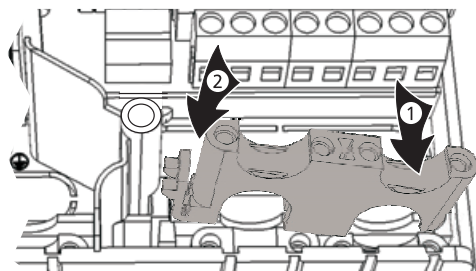

Fig. 4: Insertar el puente de plástico derecho
1. Insertar el puente de plástico derecho con la lengüeta de encaje ① (fig. 4).
2. Apretar hacia abajo el otro lado del puente de plástico ② hasta que encaje la grapa elástica.